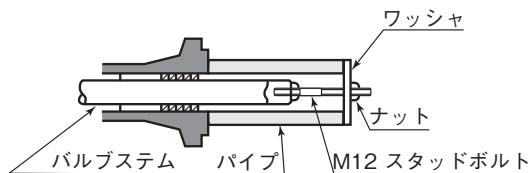

図3-3
- b) パイプとスタッドボルト、ナット、ワッシャを用いて図3-3のようにバルブシステム先端のねじを使用して、分解してください。(バルブシステム端面にカムホルダーを取り付けるときには、ロック剤を使用してください)